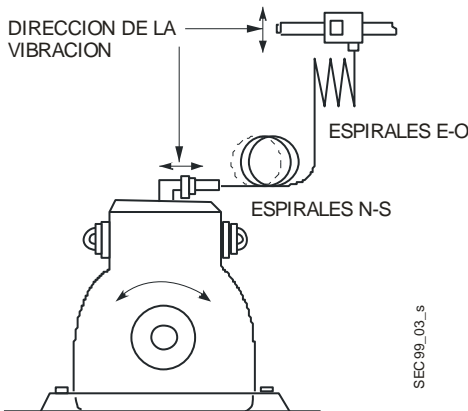

Figura 3: SEC99 Arreglo Perpendicular de Espirales Flojas
- A veces, dos arreglos perpendiculares de espiral flojo pueden ser necesarios para amortiguar las vibraciones desde direcciones opuestas. Véase la Figura 3.